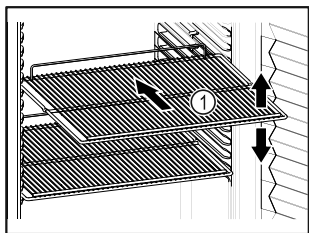

Fig. 59 Esimerkkikuva
- Sovita siirrettävät ritilätasot Fig. 59 (1) korkeuden mukaan.